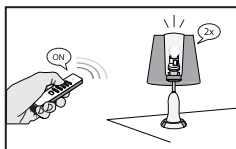

Рисунок 5. Программирование
5.4. Затем, во время режима обучения приемника, нажмите кнопку ON на пульте управления. Светильник включится/выключится 2 раза, подтверждая успешную запись сигнала пульта управления в память приемника (рисунок 5). В памяти может храниться до 5 различных сигналов пультов управления. Данные сохраняются, когда приемник подключается к другому светильнику или в случае отключения питания.